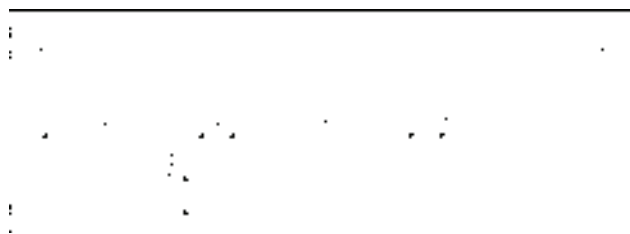

图 15-106 绘制风道口图形
3) 绘制风道口图形。调用“矩形”命令，绘制矩形；调用“修剪”命令，修剪墙线，结果如图 15-106 所示。